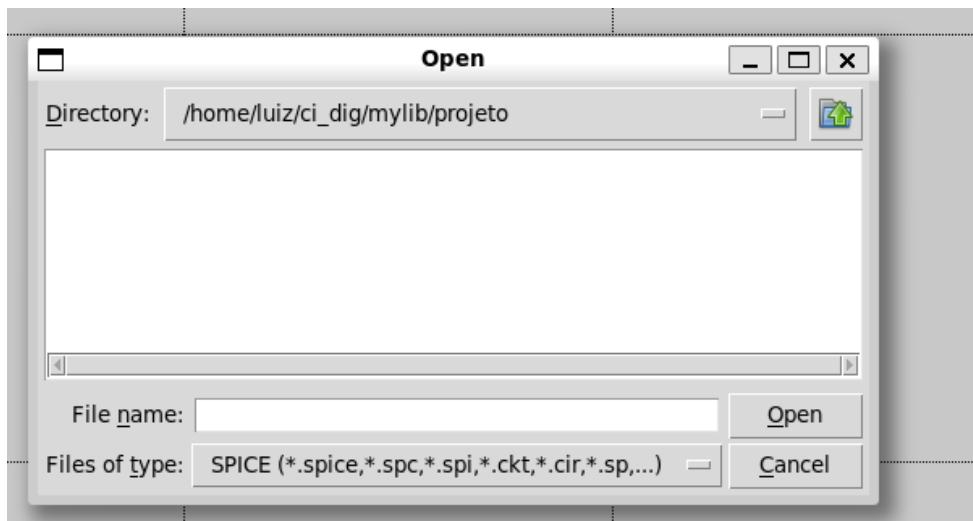

Figura 2: Navegando entre as pastas do sistema para encontrar o netlist.
Passo 2: Navegar até o diretório do projeto Após a seleção, uma janela de navegação de arquivos será aberta. Utilize-a para encontrar e acessar a pasta onde o seu arquivo de simulação ‘.spice’ está localizado, como pode ser visto na Figura 2.